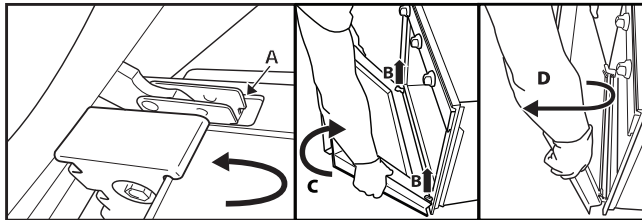

Fig. 2
3. Chiudere la porta fino al fermo (A), sollevarla (B) e ruotarla (C) finché non si sgancia (D) (Fig. 2).